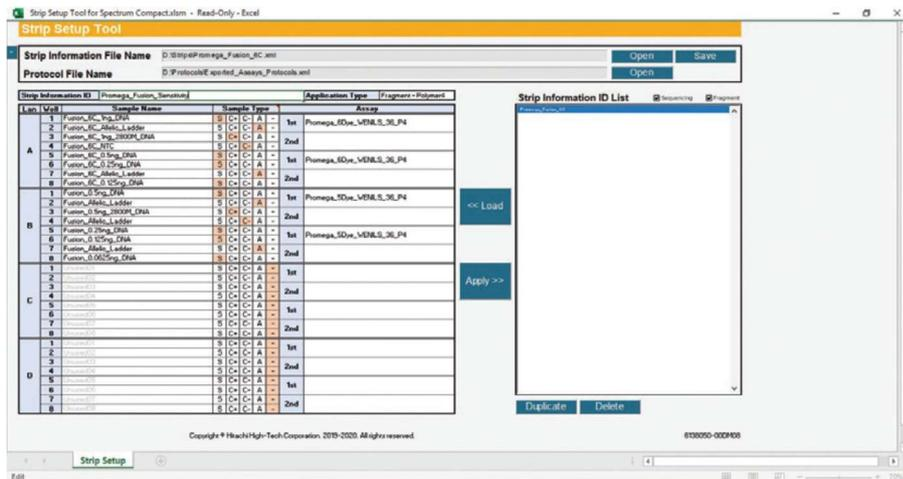

図 253 新しい Strip Information ID が編集された Strip Setup Tool for Spectrum Compact 画面
- Creating New Strip Information (セクション 13.7.2) の手順に従って、新しい strip の情報を編集します。新しい Strip Information ID を割り当てることも可能です。(図 253)